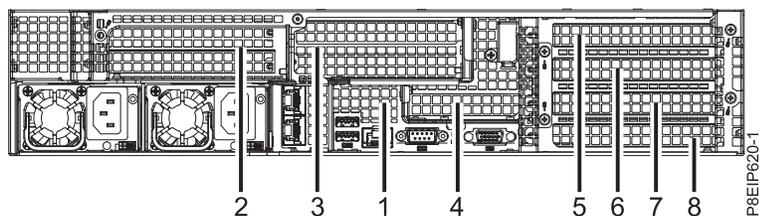

図 21. 8001-22C PCIe アダプターの位置
2. GPU アダプターは、他のアダプターと PCIe ライザー・カードを共有できます。プロセッサが 1 台備わっているシステムは、位置 3 に GPU を保持できます。プロセッサが 2 台備わっているシステムは、位置 3 と位置 5 に GPU を保持できます。最適な冷却には位置 3 が推奨されます。アダプターから外に延びているすべてのケーブルおよびプラグにラベルを付けて、取り外します。図 21を参照してください。